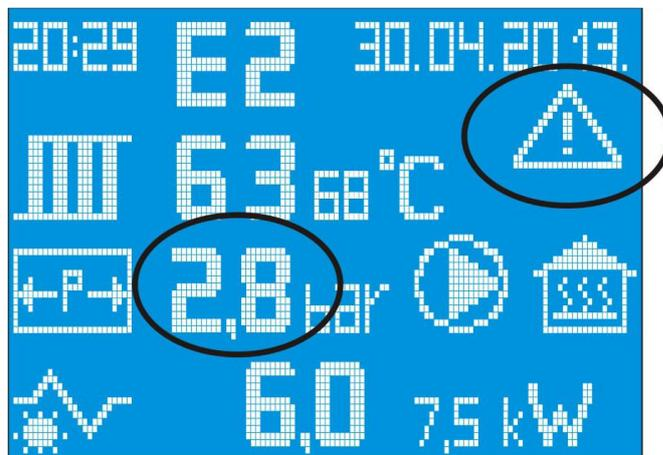

Abb. 19 Warnung zum Betriebsdruck
- Auf der oberen rechten Seite unter dem Datum erscheint ein Warndreieck welches ebenfalls ständig blinkt (Abb. 19)
Um den Kessel in Betrieb zu halten, ist es notwendig, den Druck in den Normalwertrahmen zu bringen. Abbildung 19.